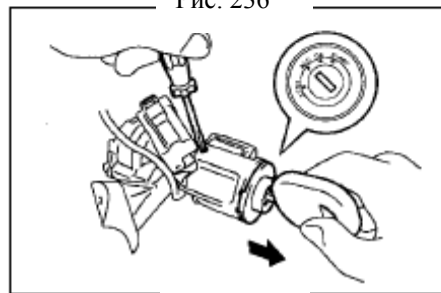

Рис. 237
- (1) Установите замок зажигания в положение АСС (Вспомогательное оборудование).
- (2) Нажмите на стопорный штифт и вытяните сердцевину замка.(рис. 237)